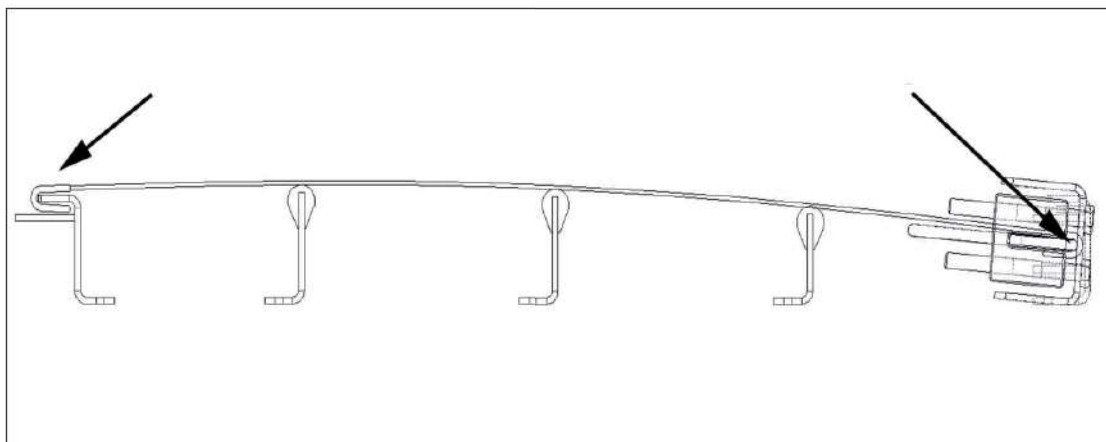

Figure 6.20 - Zeefgaashaken
7. Bevestig het zeefgaas en zorg ervoor dat elke haak goed bevestigd is, afb. 6.20.